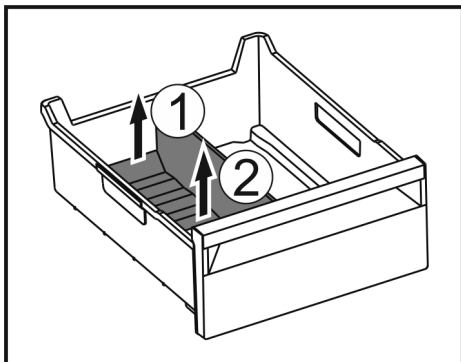

Fig. 114
- ▶ Dvignite zadnji del pregrade predala za led. Fig. 114 (1)
- ▶ Pregrado predala za led odstranite navzgor. Fig. 114 (2)